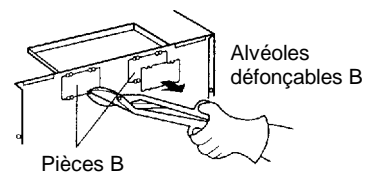

Figure 14
3. Utiliser la pince à coupe de côté ou des ciseaux à métaux pour découper et enlever les alvéoles défonçables B de la plaque arrière. Mettre les morceaux découpés au rebut. Faire attention à ne pas tordre la plaque. Voir la figure 14.